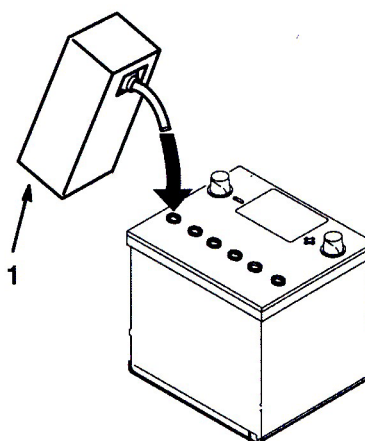

図 5
4. 電極板が液を吸収するまで20～30分間程度待つ。各セルの電極板が液面下 6mm 程度に水没するように、必要に応じて電解液を補充する（図5）。